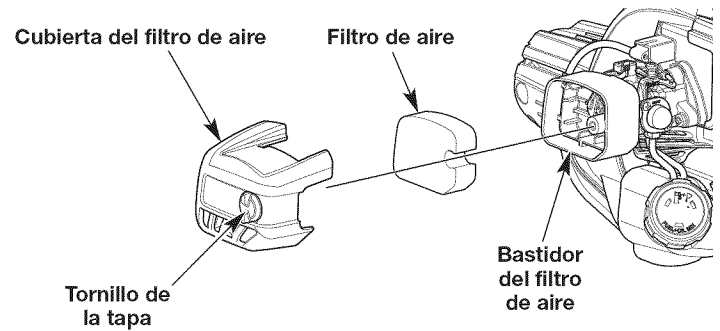

Fig. 15
4. Alinee la flecha de la placa deslizante de la línea con la marca "A" en el cabezal de corte (Fig.15).
1. Abra la tapa del filtro de aire desenroscando el tornillo correspondiente (Fig. 15).
2. Saque el filtro de aire del interior de la caja (Fig. 15).